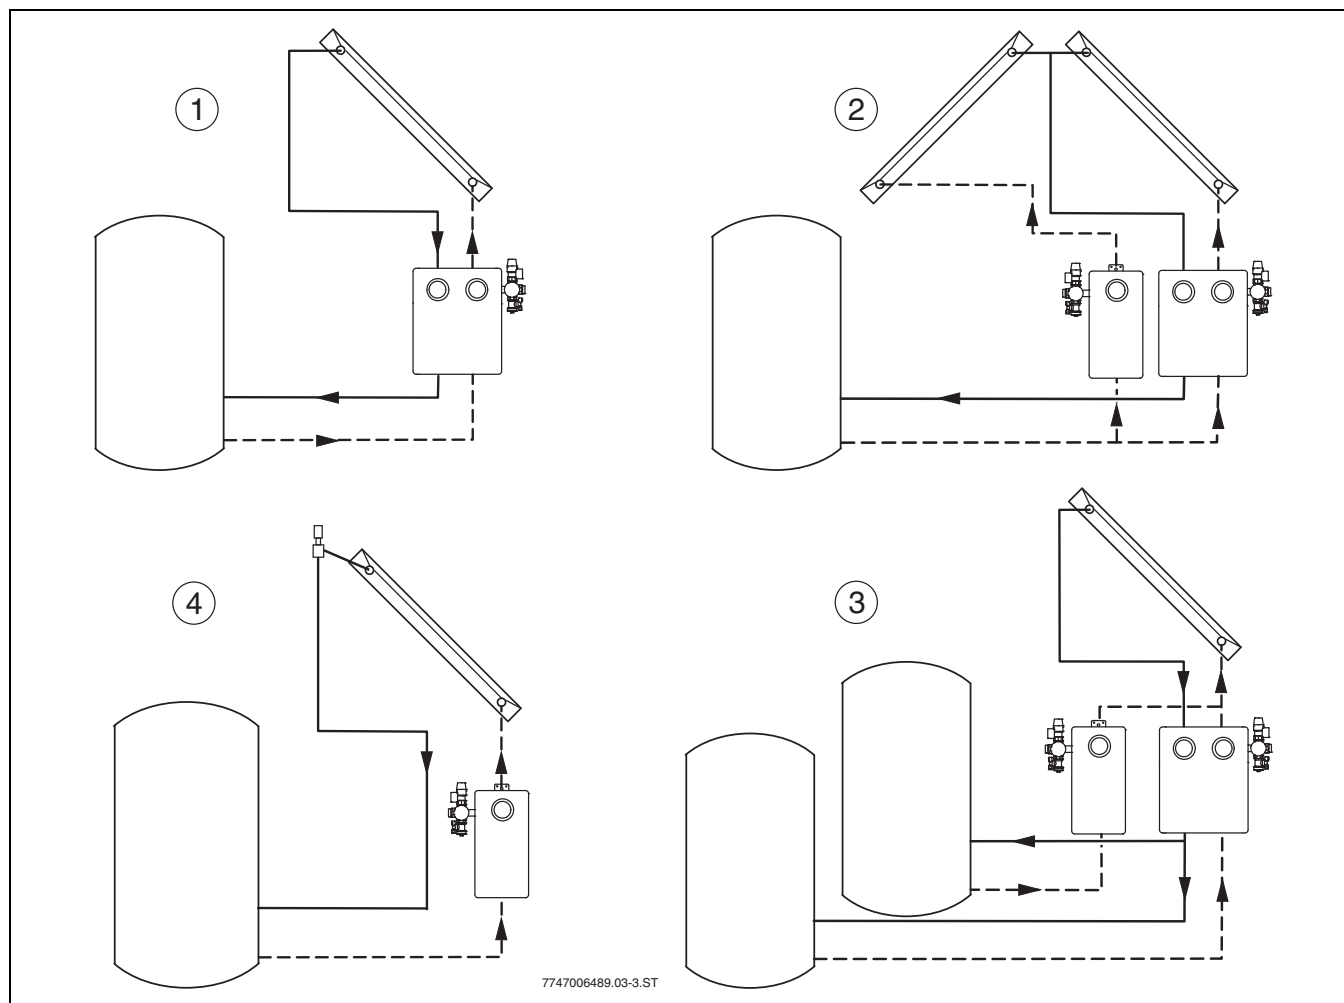

Bild 4 Verschiedene hydraulische Anwendungen
- Solarstationen nur senkrecht (→ Bild 4) und in Innenräumen montieren.